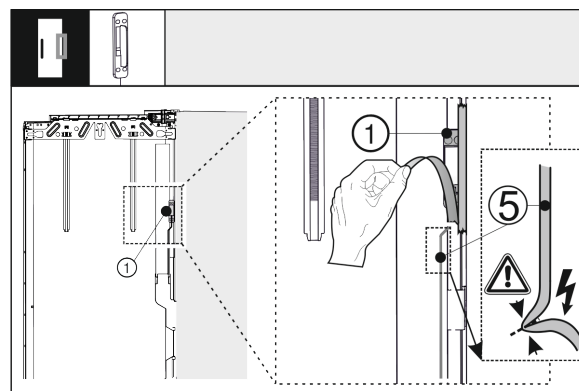

Fig. 40
- Staccare il sensore di battito in testa Fig. 40 (1) dalla porta esterna. Non danneggiare il cavo di collegamento Fig. 40 (5).